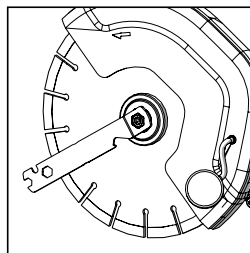

FIG. 3
- Apriete el perno del eje con la multiherramienta incluida. (Fig. 3)